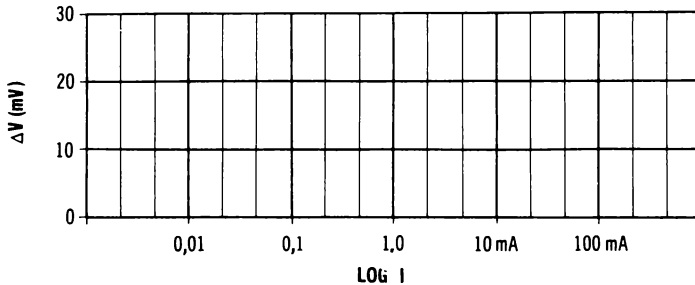

Fig. 2-25. Grafico di ΔV in funzione del $\log I$ per diodi tipici.
Scegliete un diodo che quando riportato nella Fig. 2-25, ha una caratteristica curvata in qualche regione. Poi, riportate nuovamente i dati per quella regione della curva sulla carta millimetrata convenzionale. Il nuovo grafico sembra avvicinarsi ad una linea retta quanto riportate la tensione (V) in funzione della corrente (I)? Sapete spiegare il significato di questo? (Se preferite la curva può essere riportata graficamente come $\Delta V - \Delta I$).